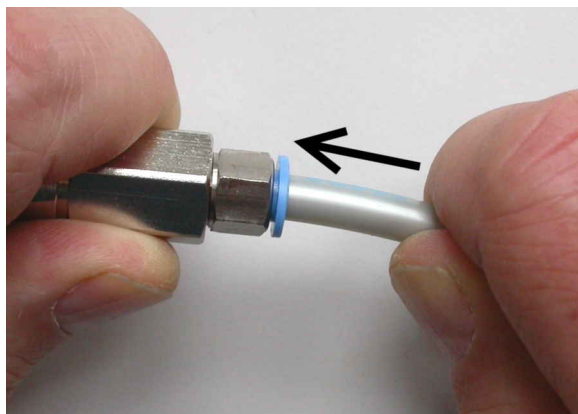

Bild 6-7: Hopsättning av tryck-drag-adapter (vänster) och 6 mm-slang (höger)
5. Tryck in slangen hela vägen i adaptern så som visas i bild 6-7.